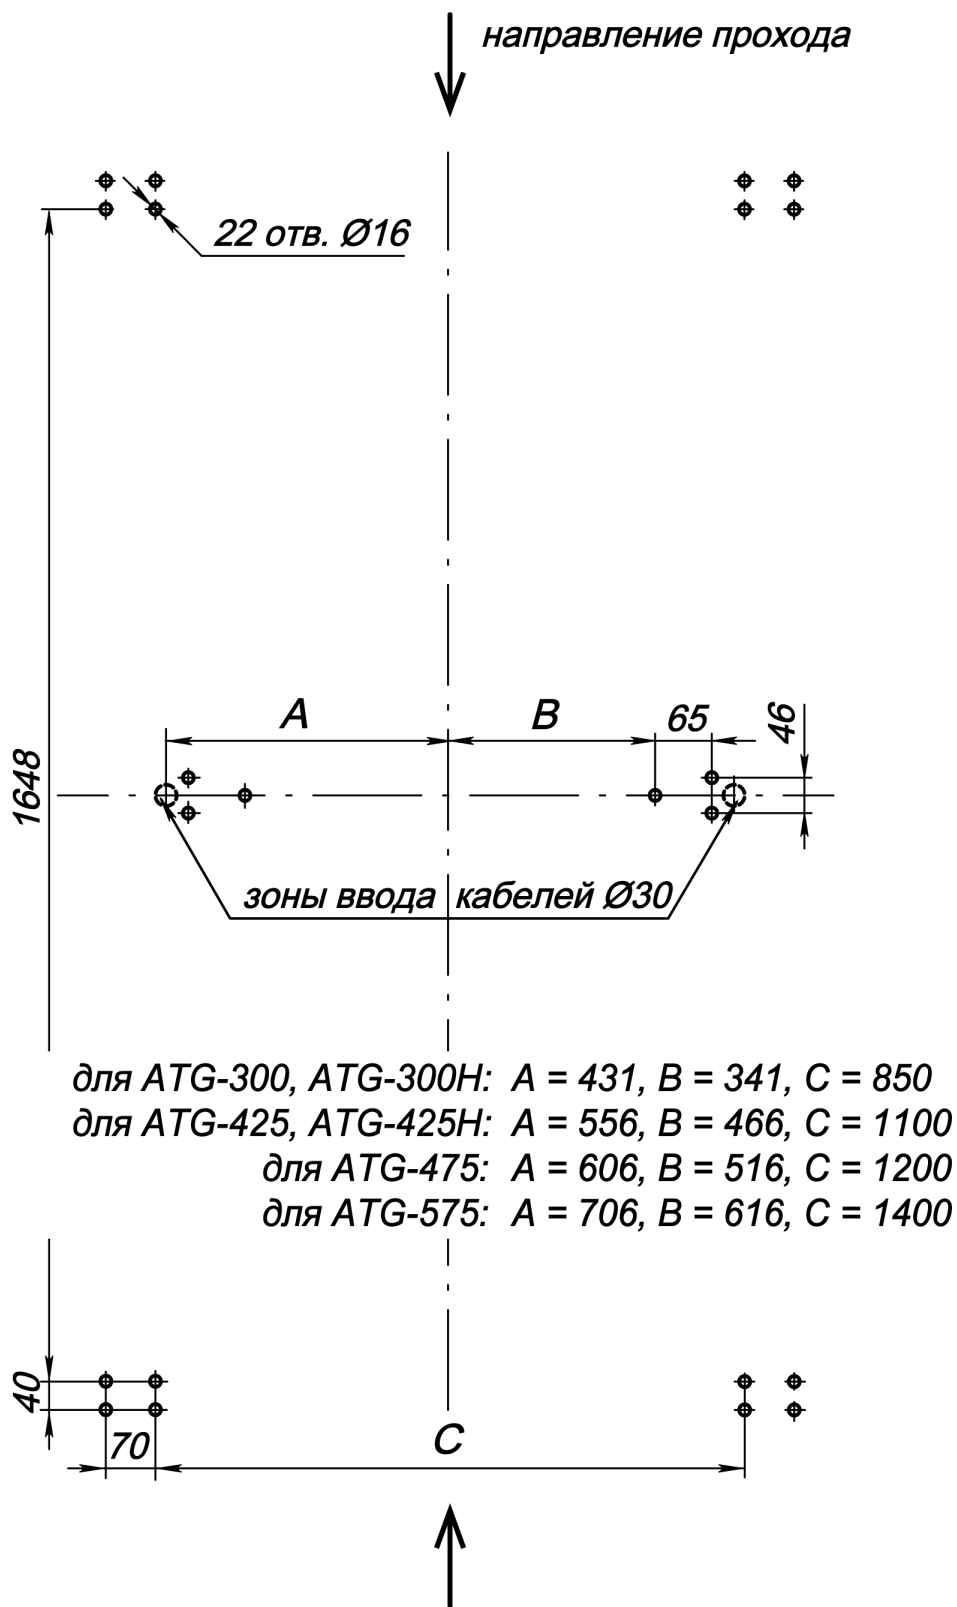
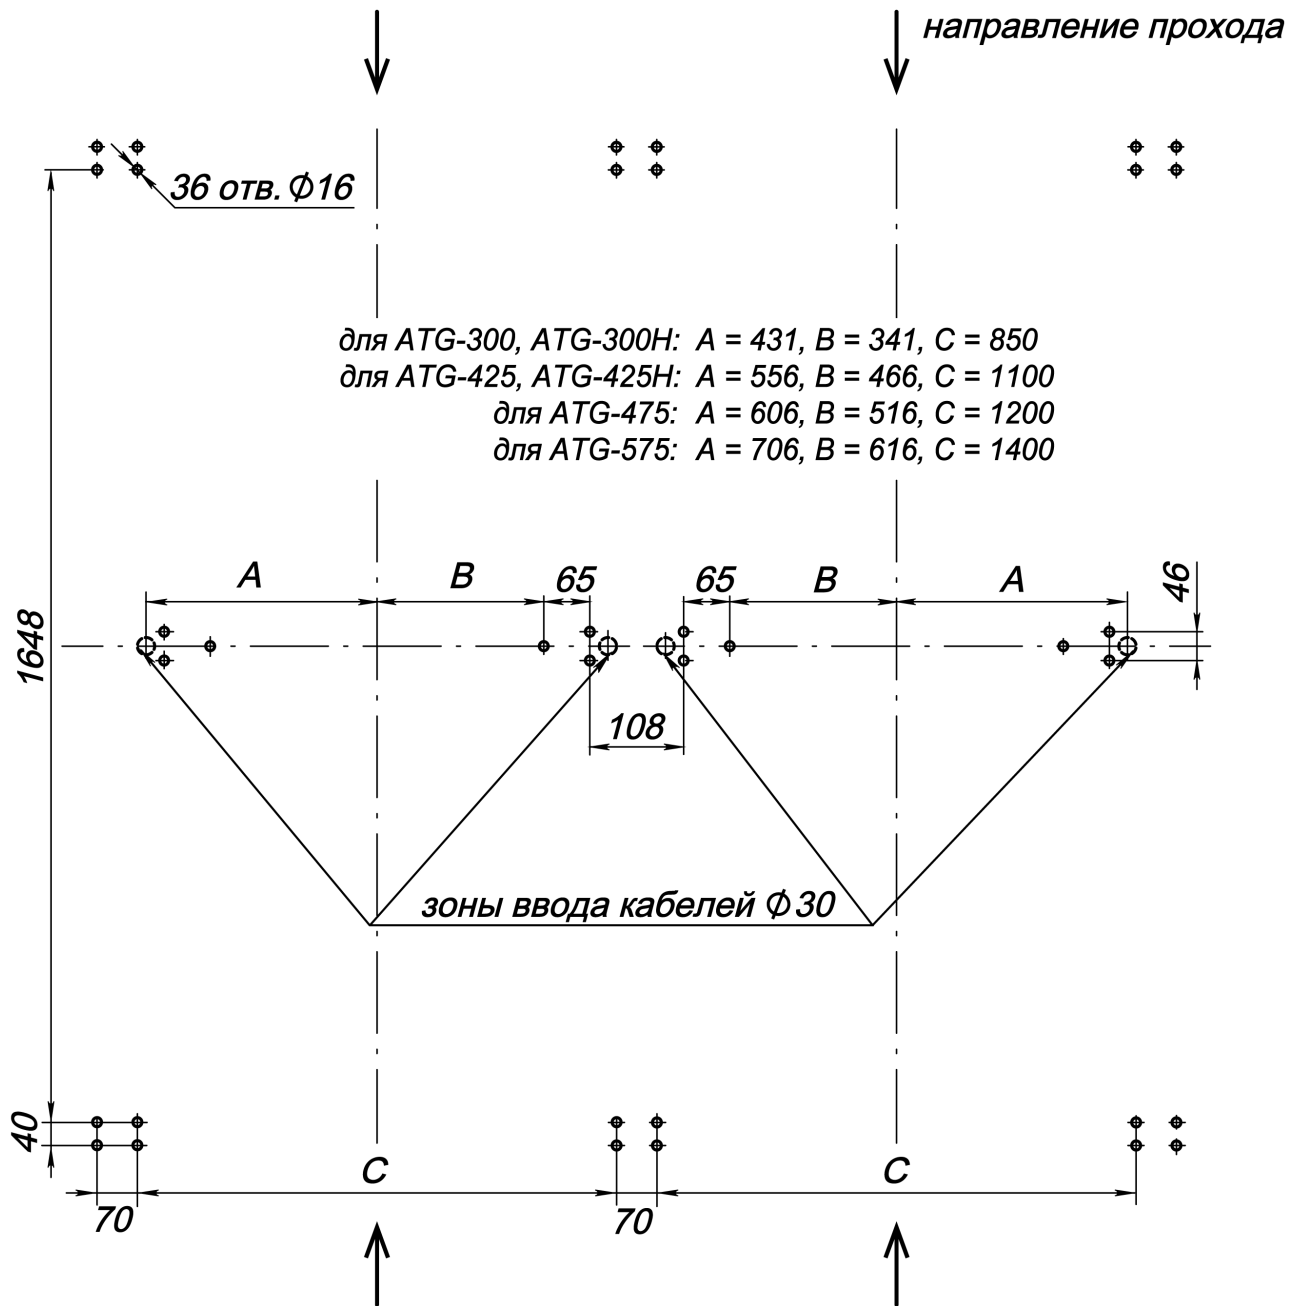

Рисунок 19. Схема разметки для монтажа турникета1
Рисунок 20. Схема разметки для монтажа турникета и двусторонней секции1
Содержание монтажных операций дано с учетом рекомендаций, приведенных в разд. 8.1. Оборудование и инструменты, необходимые при монтаже, перечислены в разд. 8.2. Номера позиций указаны в соответствии с рис. 8 и 9. Схема электрических соединений турникета приведена на рис. 20. Типы кабелей, используемых при монтаже, перечислены в табл. 5. На рис. 19 приведен пример схемы соединений турникета и двусторонних секций при организации проходной с несколькими зонами прохода.
Если нет возможности использовать способ протяжки кабелей кондуктором, при необходимости кабели DC и CAN можно проложить сразу, до начала установки секций. Данные кабели находятся в центральной стойке секции (стороны секции) *Slave* внизу под кожухом. Для этого необходимо распаковать секцию *Slave*, снять кожух с центральной стойки (см. рис. 21), вынуть кабели DC и CAN и отсоединить их от платы управления приводом. На концах жил кабелей имеются маркеры с номерами, соответствующими схеме соединений (рис. 20).
14. Через отверстие для ввода кабелей в основании центральной стойки двусторонней секции (со стороны *Master*) введите внутрь стойки кабели для управления второй зоной прохода: от ИП, от ПДУ или контроллера СКУД, от устройства *Fire Alarm* и дополнительного оборудования, а также кабели DC (19) и CAN (20) от секции (стороны секции) *Slave* или же кондуктор для их протяжки.
20. Подключите кабели к плате управления первой зоны прохода согласно схеме электрических соединений турникета (см. рис. 13 и рис. 20). Плата расположена в нижней части центральной стойки секции *Master*.
Соединительные кабели DC (2) и CAN (4) подключаются к клеммным колодкам **X5** платы управления секции *Master* и **X1** платы привода секции *Slave* в соответствии с маркировкой их жил (см. рис. 20).